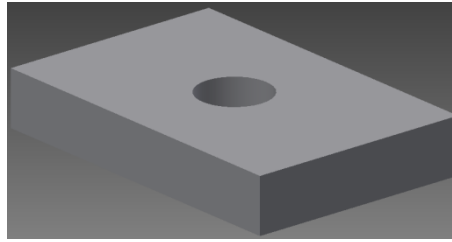

Рис. 3.12. Результат построения отверстия
16. Для завершения построения нажмите кнопку «OK» (рис. 3.12).